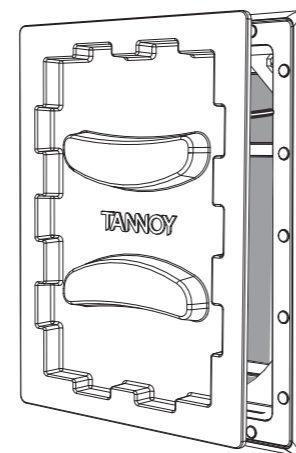

Fig. 12. Adding the Paint Mask to the Frame
2. Appuyez sur le masque de peinture dans le cadre, où il sera maintenu en place par des aimants (Fig. 12). Ceci est laissé en place pendant que le mur et le cadre du cadre sont peints, et jusqu'à ce que l'enceinte soit prête à être installée.